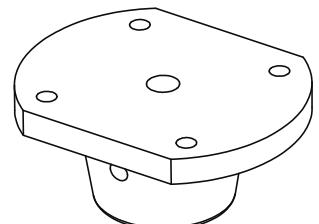

Figure 3
3. Locate the mounting holes to install upper pivot support with (4)  $\frac{1}{2}$ " x #8 truss head screws. (See figure 3)
3. Positionner les trous et installer le pivot du haut au avec les 4 vis a tet truss  $\frac{1}{2}$ " x #8. (Voir le figure 3)